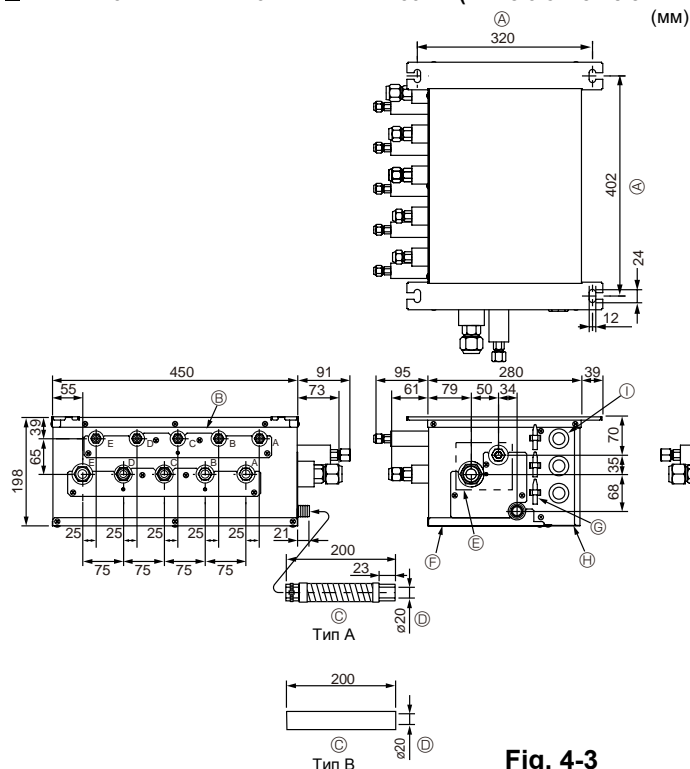

Fig. 4-3
■ PAC-AK51BC/PAC-AK52BC/PAC-AK53BC (Fig.4-3)
- (1) Установите подвесные болты (приобретаются на месте), соблюдая указанный шаг (Fig. 4-3, 4-4).